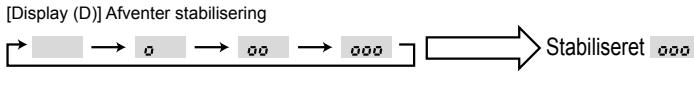

Fig. 8-3
(3) Tryk på **FILTER** ( $\leftrightarrow$ )-knappen for at bekræfte indstillingen. (Fig. 8-3)